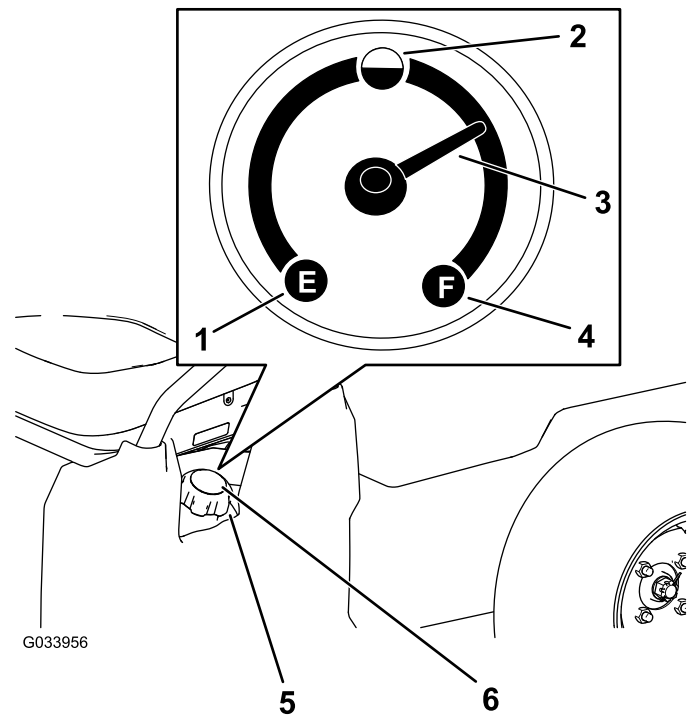

Bild 12
4. Reinigen Sie den Bereich um den Tankdeckel (Bild 12).